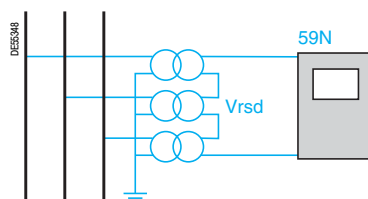

Рис. 4. Прямое измерение напряжения нулевой последовательности
- измерением с помощью трех трансформаторов напряжения, первичные обмотки которых соединены по схеме "звезда", а вторичные обмотки соединяются по схеме "открытый треугольник", выдающей напряжение нулевой последовательности (см. рис. 4);